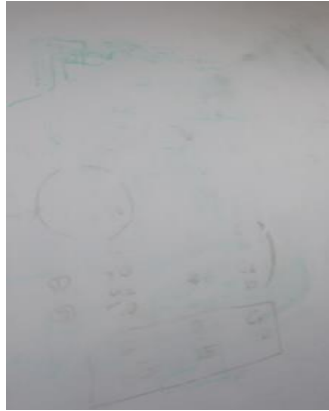

図 1 消えない場合の例
- ・ フィルムへの筆記には、ホワイトボード用の推奨マーカを必ずご使用ください。インクの消去はホワイトボード用の推奨イレーザを必ず使用してください（別表 2）。推奨マーカ、イレーザ以外を使用すると、消えない場合がありますのでご注意ください。（図 1）